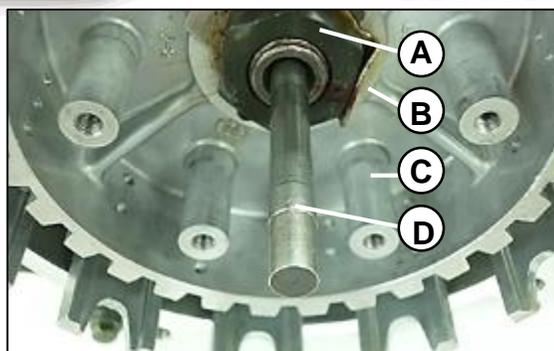

Fig. 08
Remueva la tuerca (A) y la arandela de bloqueo (B) que sujeta el porta discos (C), al mismo tiempo retire el eje (D) de empuje de la prensa. **Fig. 08**